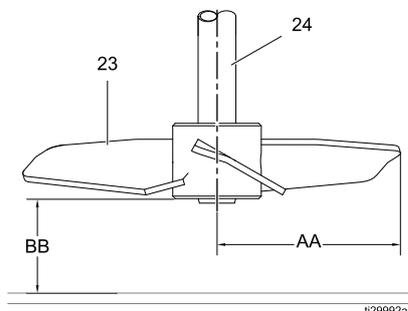

Figure 3 Installation de la turbine
**REMARQUE :** Les boulons à œil (26) sont livrés détachés et doivent être fixés pour soulever l'agitateur. Voir l'emplacement de l'attache (Pièces, page 15).
- a. Pour le montage de la bride : Voir Modèles 25C454 et 25C463, page 15 pour l'identification des pièces. Placez le joint (20) et l'ensemble carter de palier / bride (A) sur le couvercle du réservoir. Mettez les rondelles plates, les boulons de montage, et les écrous (non fournis). Serrez correctement.
- b. Pour le montage rapide de la bride : Voir Modèles 25C453, 25C575, 25C464, 25C576, page 17 pour l'identification des pièces. Placez l'ensemble carter de palier / bride (A) sur le dessus du joint rapide (non fourni) et la bride rapide existante sur le réservoir. Fixez avec le collier (non fourni) et serrez à fond.
- c. Pour le réservoir sous pression : Voir Modèles 25C462, 25C470, 25C471, 25C465, 25C472, 25C473, page 19 pour l'identification des pièces. Placez le joint (21) et l'ensemble carter de palier / bride (A) sur le couvercle du réservoir sous pression. Montez et fixez avec la rondelle de verrouillage (32) et l'écrou (22). Serrez bien pour empêcher l'ensemble de tourner.
2. Montez la bague de fixation (6) dans la fente usinée dans l'arbre de l'agitateur (24).
4. Faites coulisser la turbine (23) (voir Figure 3) sur l'arbre (24) de manière à ce que l'hélice pousse le produit vers le bas tout en tournant dans le sens des aiguilles d'une montre en vue de dessus. L'arbre peut être déplacé vers le haut et le bas dans le carter de palier pour mettre la turbine.
- Positionnez la turbine le long de l'arbre au besoin : La distance entre le bas du réservoir et la pale de la turbine la plus basse (BB) doit être de 1/2 à 1-1/2 fois le diamètre de l'hélice de la turbine (le diamètre de l'hélice est déterminé en mesurant la distance entre l'extrémité de la turbine et le centre de l'arbre (AA) et en la multipliant par deux).